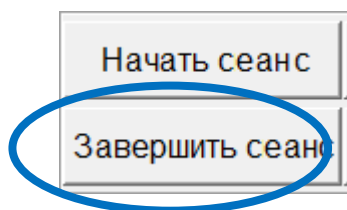

Рисунок 1.2.1
**Нормальный перевод** осуществляется в случае безаварийной работы обоих АРМ, например, при проведении плановых сервисных работ. При этом ДСП должен завершить смену на активном комплекте (том, с которого осуществляется управление), нажав кнопку «Завершить сеанс» (рисунок 1.2.1), при этом подтверждения не требуется, а затем перевести другой АРМ из инфорежима в режим управления (осуществить с него вход в систему).